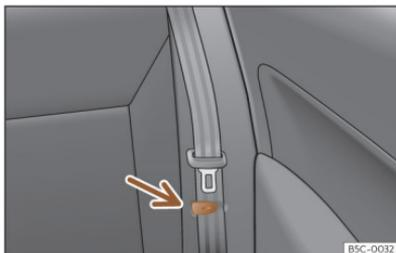

Abb. 89 Rücksitz: Bügel zum Halten des Sicherheitsgurtes.
- Befestigen Sie die seitlichen Sicherheitsgurte am Halter der Verkleidung >>> (Abb. 89).